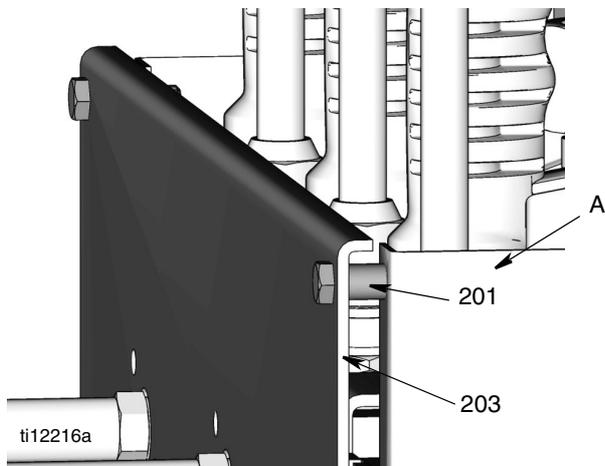

FIG. 1
1. Pour modifier une barre d'huile afin de loger les compteurs Matrix, installez des entretoises (201) entre la barre d'huile (A) et le panneau avant (203) (FIG. 1).